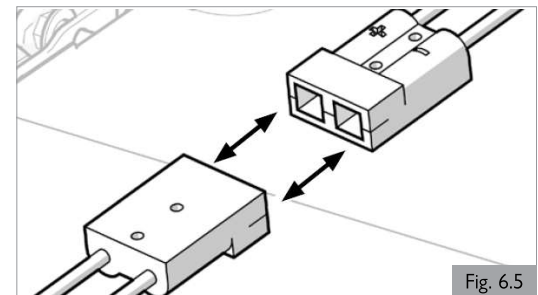

Fig. 6.5
6. Desconecte las tomas Anderson de dos pines de cada batería (Fig. 6.5).